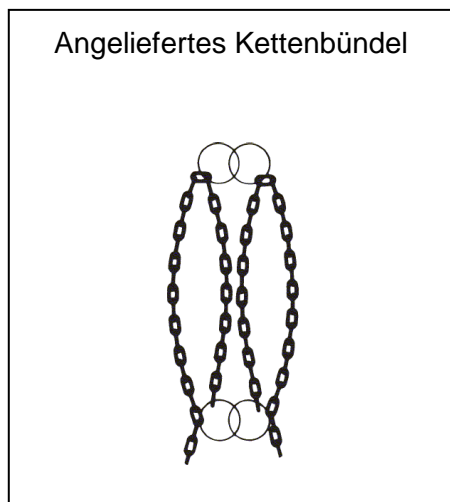

Bild 6
1. Drähte erst kurz vor der Montage entfernen. Kettenpaare könnten durcheinander geraten (Bild 6+7).